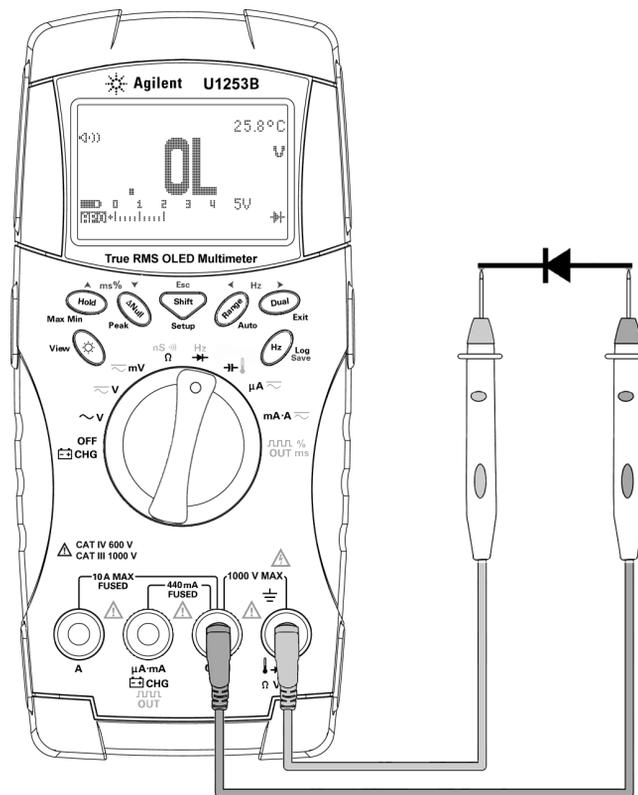

Figura 2-13 Medición de la polarización inversa de un diodo
- 5 Invierta las sondas y vuelva a medir la tensión en el diodo (consulte la Figura 2-13 en la página 49). Evalúe el diodo según las siguientes pautas: